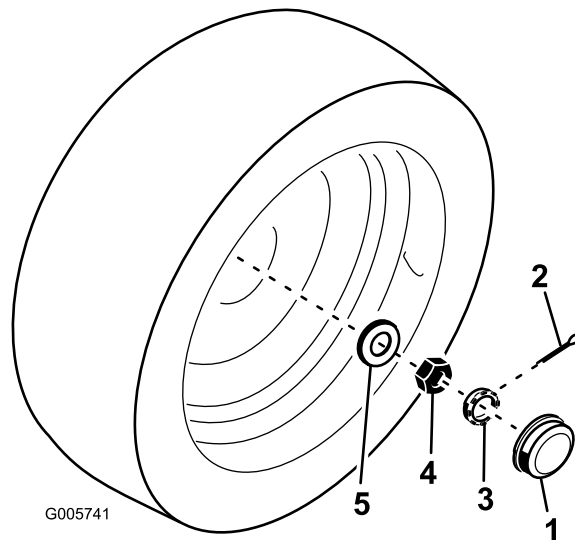

Figura 55
2. Retire el tapón antipolvo del extremo del eje de la rueda. Retire también el pasador que sujeta el retenedor (Figura 55).
3. Apriete la contratuercas (Figura 55) a 8,5–11,3 Nm aproximadamente usando una llave inglesa manual.